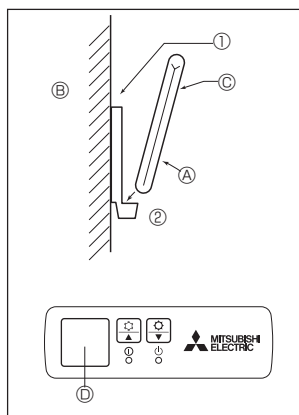

Fig. 6-2
2) Metoda instalacji (Fig. 6-2)